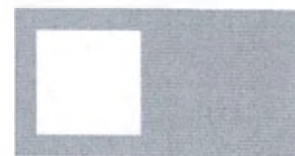

Рисунок 10
После того, как все кабели будут правильно вставлены в соответствующие гнезда в нижней части сенсорного ЖК монитора, можно подключить кабель питания 16А для подачи питания на прибор (Рисунок 10).
- Для запуска прибора переключите кнопку включения с 0 на I (Рисунок 10).